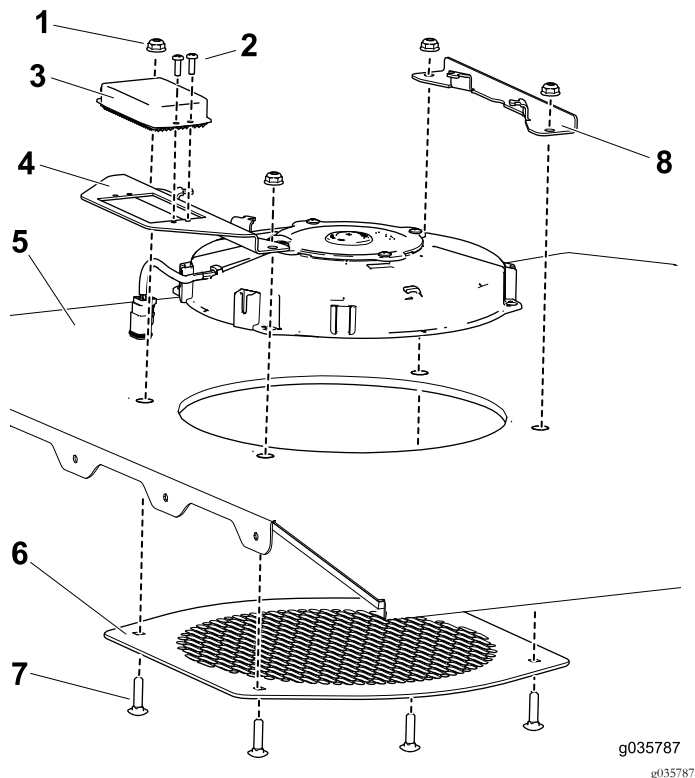

图2
1. 使用 2 个螺丝 #8 x 3/8 英寸将电阻包固定到风扇安装架上图2。
2. 使用 4 个螺栓 1/4 x 1 英寸和 4 个螺母将风扇、风扇格栅、风扇托架和安装支架固定到顶棚板上图2。